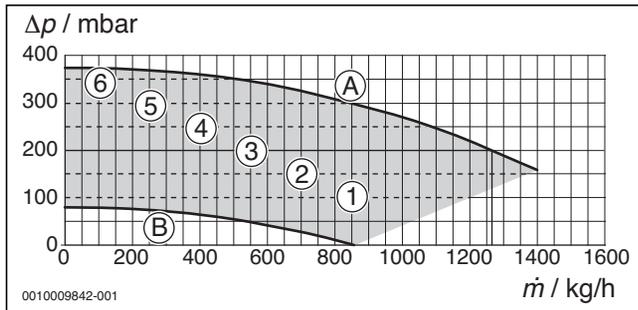
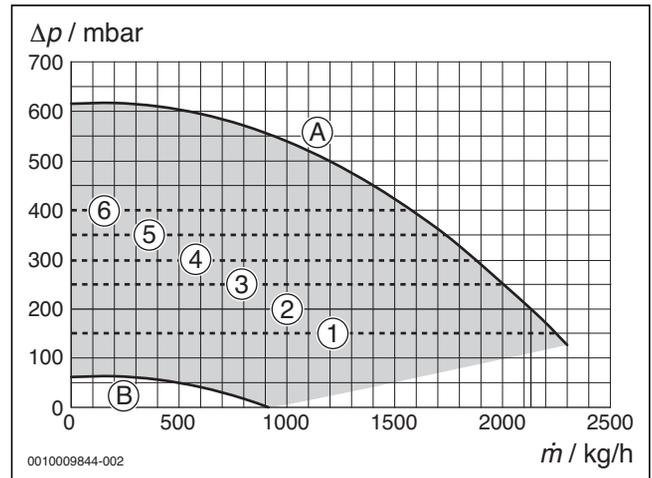

Bild 81 Pumpenkennfelder und Pumpenkennlinien
Bild 83 Pumpenkennfelder und Pumpenkennlinien
Die interne (integrierte) Heizungspumpe der Gas-Brennwertgeräte Logamax plus GB192i ist für typische Anwendungsfälle ausreichend dimensioniert. Die verfügbare Restförderhöhe ist den Diagrammen in Bild 81 bis Bild 83 zu entnehmen. In den Diagrammen Logamax plus GB192-15i/25i/35i ist das im Gas-Brennwertgerät integrierte 3-Wege-Ventil berücksichtigt.
Legende zu Bild 81 bis Bild 83:
Über die Bedieneinheit RC300 des Energie-Management-Systems (EMS plus) lässt sich die Heizungspumpe des Logamax plus GB192i(T) anlagenspezifisch so einstellen, dass sie mit unterschiedlichen Restförderhöhen Δp = konstant oder leistungsgeregelt betrieben werden kann (→ Bild 81 bis Bild 83).